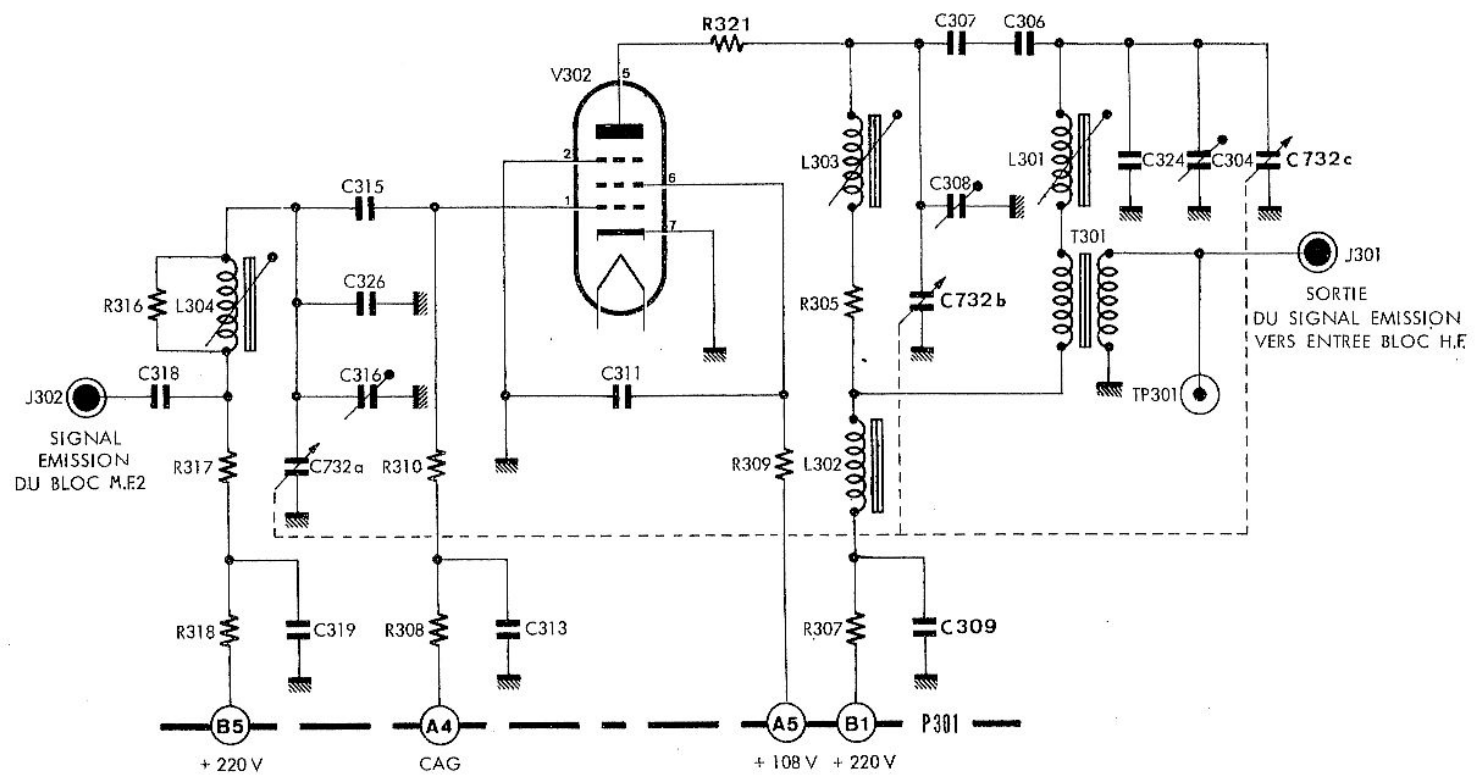

Fig. 24 AMPLIFICATION M.F.1 (Emission)
2.2.7. AMPLIFICATION MOYENNE FREQUENCE VARIABLE M.F.1. (fig. 24 et groupe 02 - planche 7)